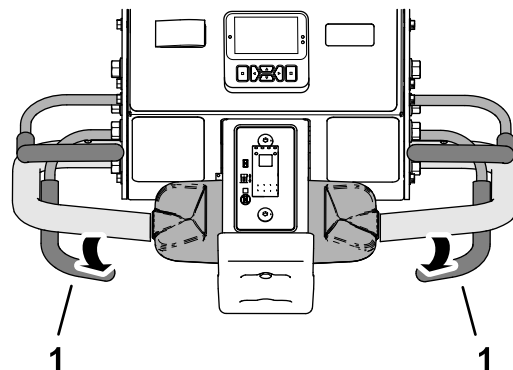

Figura 88
- Suelte la barra de aireación (Figura 88).